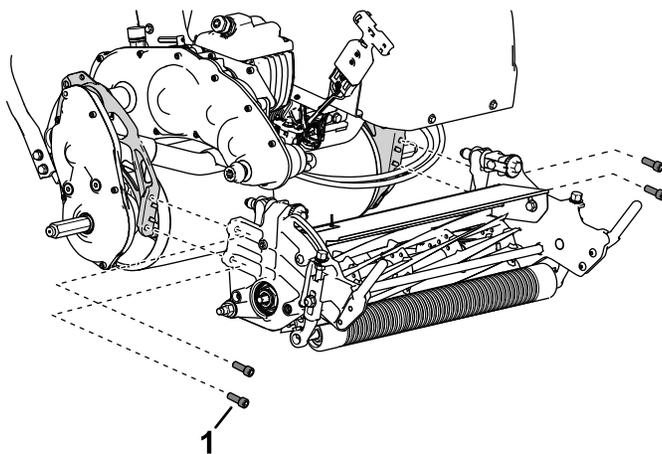

Figure 37
- Déposez les vis à tête creuse qui fixent l'unité de coupe au cadre (Figure 37).